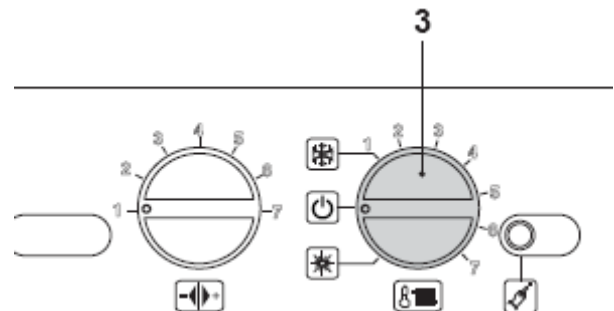

рис. 9.13
- Чтобы выйти из программирования установите переключатель функций 3 на OFF (см. рис. 9.13).